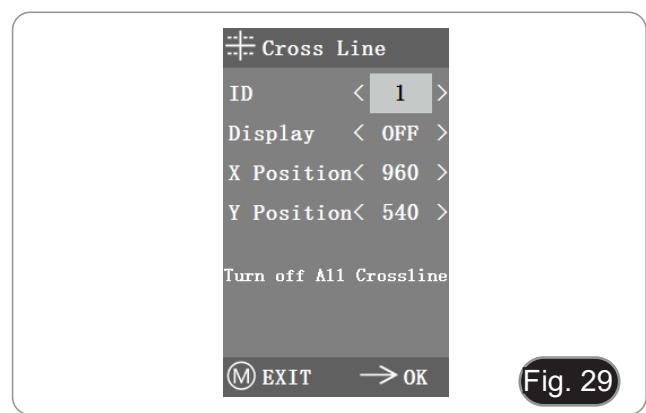

Fig. 29
- Entre no menu das Linhas Cruzadas. (Fig. 29)